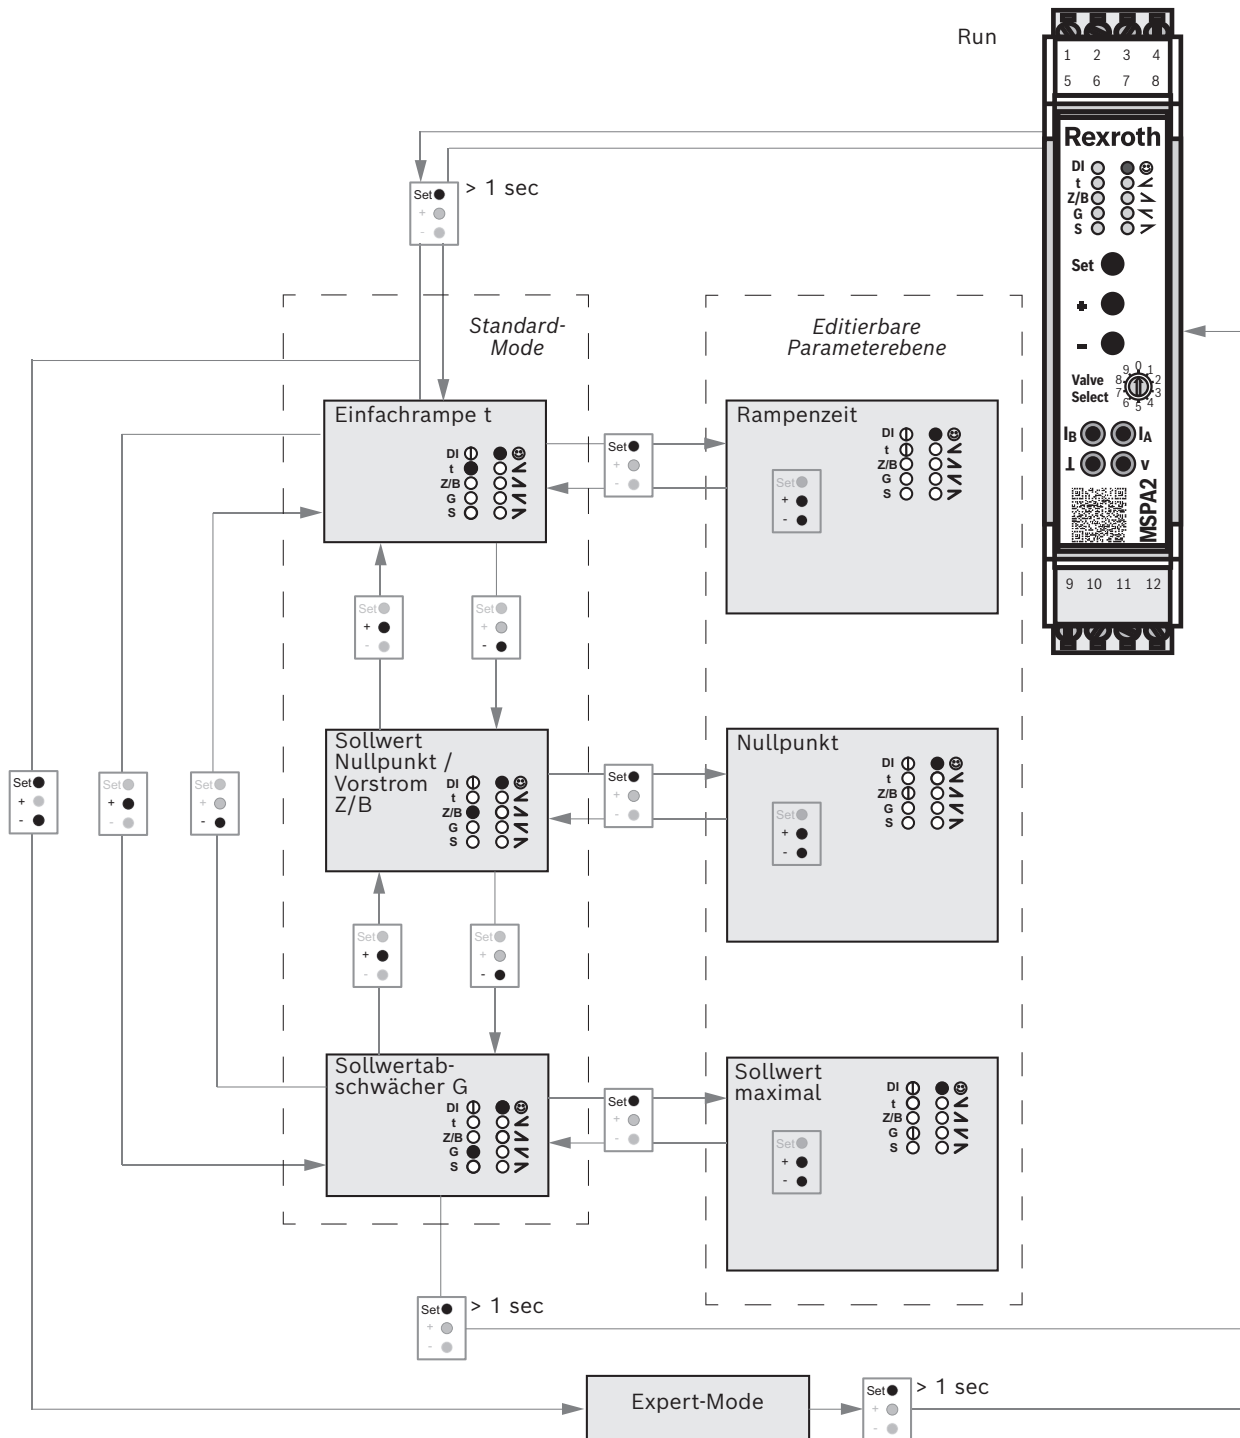

Abb. 6: Menüstruktur
- **[Set]** > 1 sec. drücken, um zum ersten einstellbaren Parameter (Einfachrampe, siehe Abb. 6) zu wechseln.